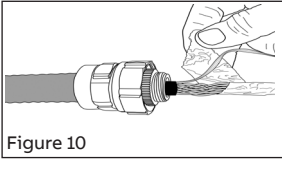

Figure 10
- Enlever le blindage sur toute la longueur de travail en prenant soin de ne pas couper ou endommager les conducteurs (Figure 10).